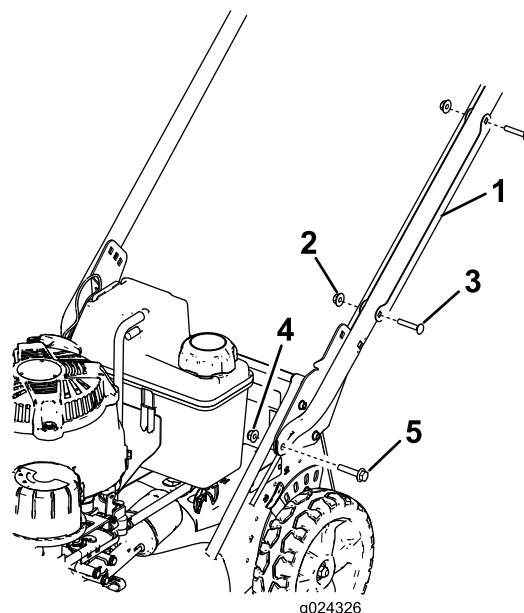

Figure 3
1. Retirez les 2 boulons de carrosserie et les 2 contre-écrous qui fixent le protège-câble au guidon et déposez le protège-câble du guidon (Figure 3).
2. Fixez les extrémités du guidon au carter de la machine au moyen de 2 boulons à tête-embase hexagonale (5/16 x 1-1/2 po) et de 2 écrous à embase (5/16 po), comme montré à la Figure 3.
6. Placez le protège-câble sur le guidon en plaçant le(s) câble(s) à l'intérieur, et fixez le protège-câble sur le guidon au moyen des 2 boulons de carrosserie et des 2 contre-écrous retirés précédemment (Figure 3).